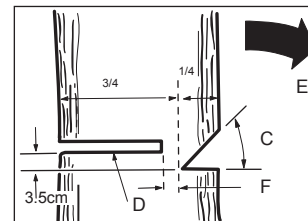

FIG. 1
Normalmente la tala consiste en dos cortes principales, la incisión (C Fig. 1) y el corte verdadero (D Fig. 1), necesario para la caída del árbol.
- Inicie con la incisión superior (C) en el lado del árbol que mira la dirección de la caída (E).
- La profundidad de la incisión (F) debe ser igual aproximadamente a 1/4 del diámetro del tronco.
- Después de la incisión realice el corte verdadero (D) del otro lado del árbol 3-5 cm arriba de la altura de la incisión (Fig. 1).